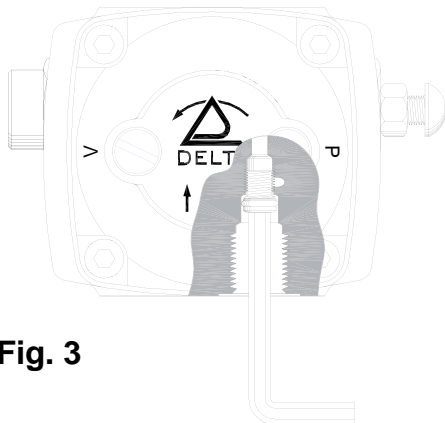

Fig. 3
- c) Setzen Sie die Bypass-Schraube in den Rücklauf ein. (Fig. 3).
- d) Entfernen Sie mit einem 4 mm Innensechskantschlüssel die Bypass-Schraube aus dem Rücklaufanschluß (Fig. 3).